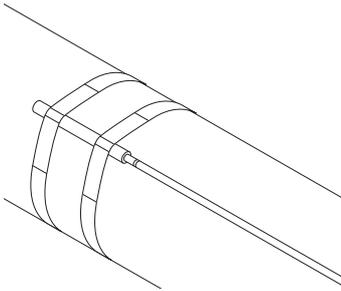

Figure 7 : Montage d'une détection de température sur la tuyauterie
- La position correcte est sur le dessus du tuyau (Figure 7)
- Utiliser deux bandes d'adhésif pour la maintenir en place (Figure 7)